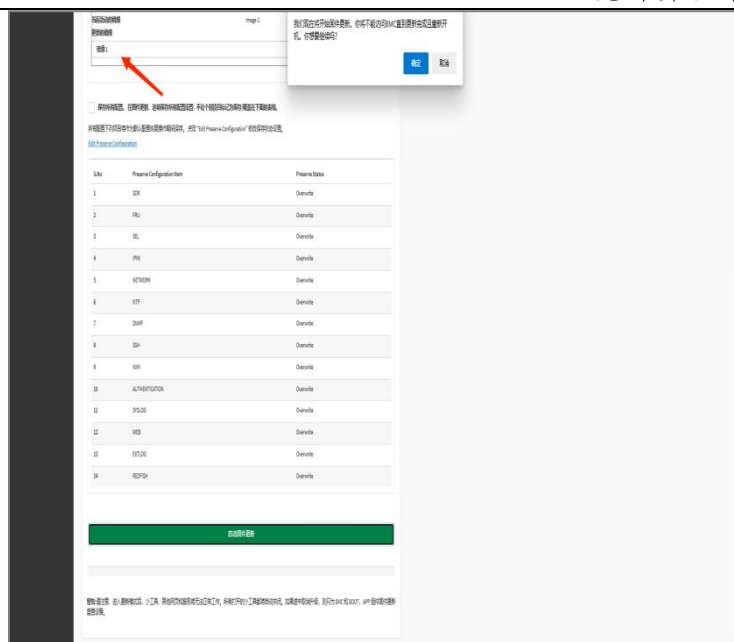

图 5.13-8：固件更新 4
3. 根据需要选择对应的镜像。默认选择不保存配置，如有特别需要，根据自身需求勾选保存配置，再次点击最下方的“启动固件更新”，点击“确定”并等待固件上传，如图 5.13-8